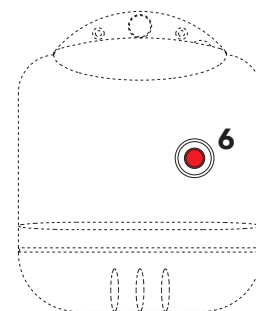

fig. 1
En caso de breves períodos de pausa, es suficiente intervenir en el interruptor **5** (fig. 1) en el cuadro de mandos, posicionándolo en "0".
- a** Bloqueo del quemador (señalizado mediante el correspondiente chivato 6 (fig. 1) Consúltase el manual del quemador.